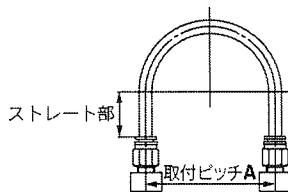

図1 推奨配管図
#### ①ワンタッチ管継手に配管する際は図1の推奨配管条件にて、チューブ長さに余裕を持った配管をしてください。